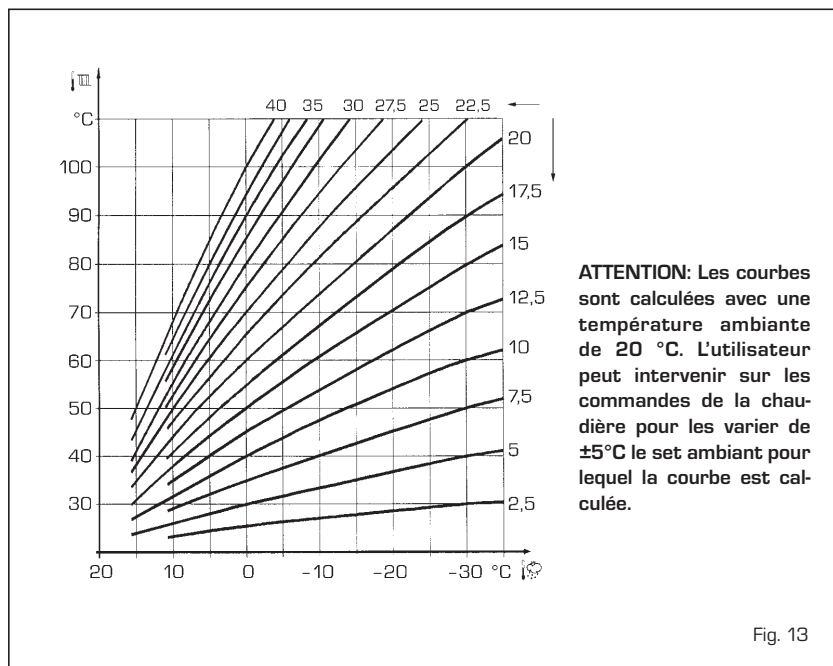

Fig. 13
3.4 SONDE EXTÉRIEURE RACCORDÉE (fig. 13)
La courbe climatique à configurer est sélectionnable d'une valeur 3 et 40 (à step de 1). En augmentant la pente représentée par les courbes de la fig. 13, la température de refoulement installation correspondant à la température extérieure augmente.